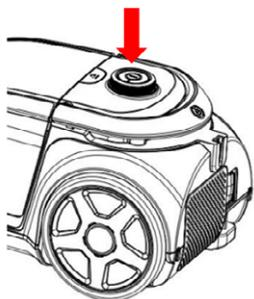

Fig. 5
5. **Fig.5: Pulsante di accensione**